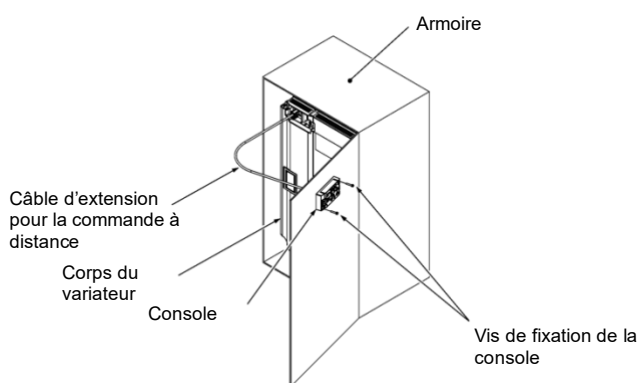

Figure 2.3-2 Fixation de la console sur l'armoire
- Fixation sur l'armoire (cf. Figure 2.3-2)